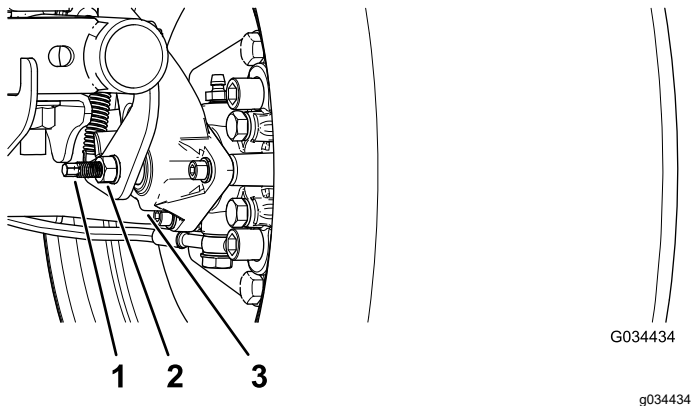

Bild 62
3. Verwenden Sie zwei Schraubenschlüssel und arretieren Sie die Strebe an der Bremsbacke mit einem Schraubenschlüssel und lösen Sie die Klemmmutter um eine Vierteldrehung mit dem anderen (Bild 62).
4. Halten Sie die Strebe zum Einstellen und die Klemmmutter fest und drehen Sie die Strebe zum Einstellen, um sie anzuziehen (Bild 62).
5. Halten Sie die Strebe zum Einstellen und die Klemmmutter fest und drehen sie um eine Vierteldrehung heraus (Bild 62).
6. Halten Sie die Strebe zum Einstellen und die Klemmmutter fest und ziehen Sie die Klemmmutter an (Bild 62).